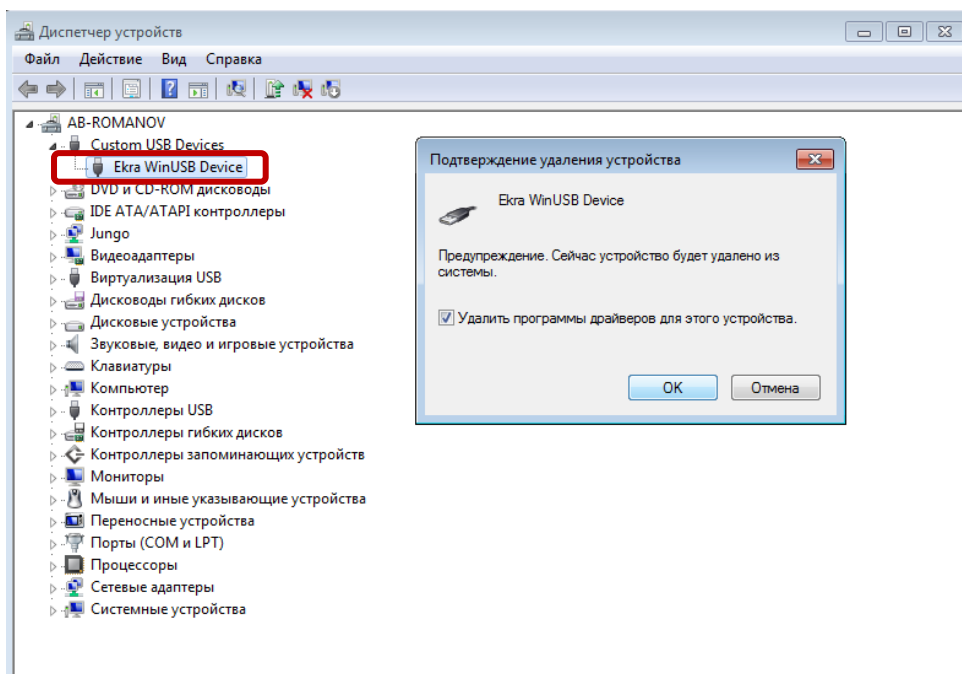

Рисунок 13 – Удаление драйвера **EkraWinUSBDevice.inf**
4.2.13 Удалить драйвер **EkraWinUSBDevice.inf**. В диспетчере устройств щелкнуть правой кнопкой мыши по устройству **EkraWinUSBDevice** и выбрать **Удалить**. Появится окно **Подтверждение удаления устройства** (см. рисунок 13).